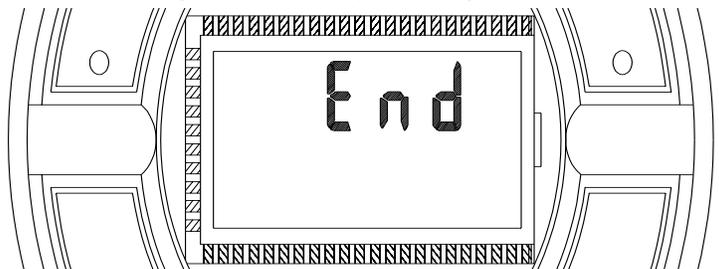

Figura 4. Pantalla de fin de calibración
- Una vez el mismo valor alterna consecutivamente con "CAL" por 15 segundos, la pantalla muestra **END** (fin) y el valor cero (FIGURA 4).
Una vez el mismo valor alterna consecutivamente por 15 segundos, la pantalla muestra (FIGURA 4):
Una vez que la misma concentración alterna consecutivamente con "CAL" por 15 segundos, la pantalla muestra (vea FIGURA 4):